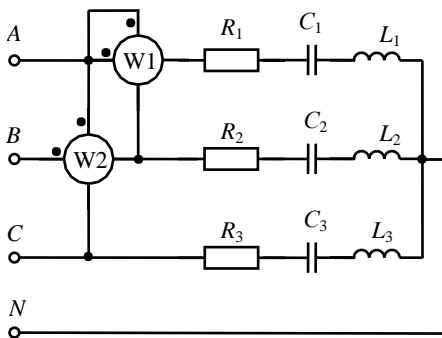

Рис. 8. Схема трехфазной цепи
**Задача 3.** Для электрической цепи, схема которой изображена на рис. 8, определить фазные напряжения и токи, ток в нейтральном проводе, активную, реактивную и полную мощности всей цепи и каждой фазы отдельно. Определить показания ваттметров. Построить векторную диаграмму токов и напряжений на комплексной плоскости.